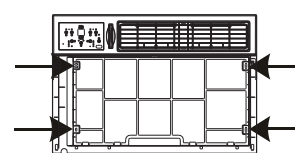

Fig.2
3. Localice los cuatro tornillos frontales y retírelos. Estos tornillos serán necesarios para volver a instalar el panel frontal (ver Fig.2).